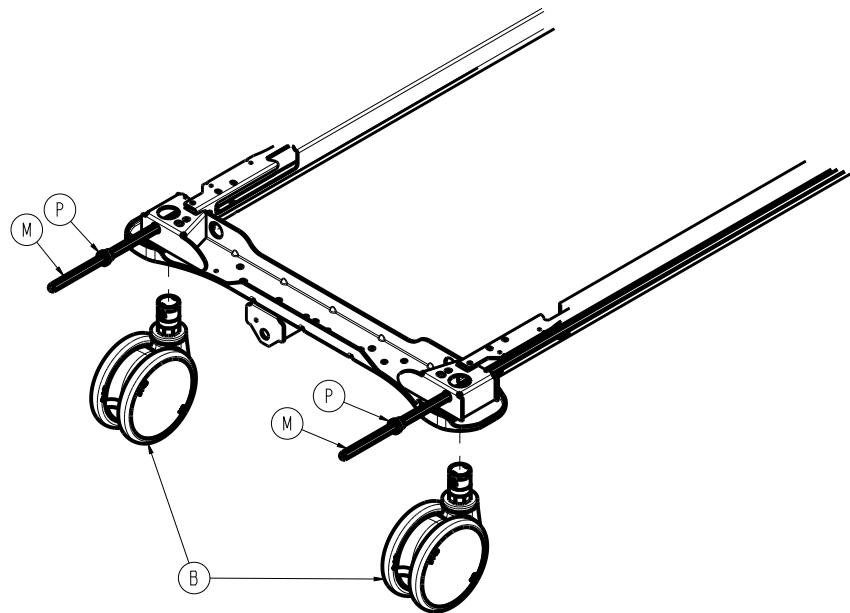

Figure 16 – Retrait de la roulette
8. Depuis l'extrémité opposée de la roulette (B) (qui doit être remplacée), déplacer la tige de frein (M) vers cette extrémité jusqu'à ce qu'elle sorte de la roulette (B) (qui doit être remplacée) (Figure 16).
8. À partir du côté tête, déplacer la tige de frein (M) vers la tête jusqu'à ce qu'elle sorte de la roulette (B) (Figure 16).